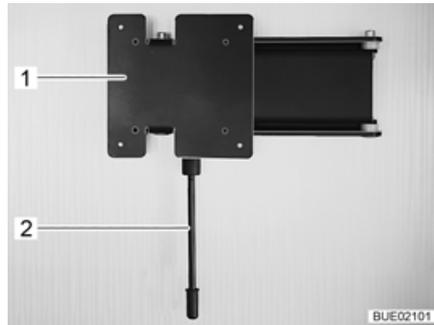

Bild 91 Wandhalterung
- Den Entriegelungshebel (Bild 91,1) nach unten ziehen und die Halterung (Bild 91,2) mit dem Flachbildschirm in die gewünschte Position drehen.